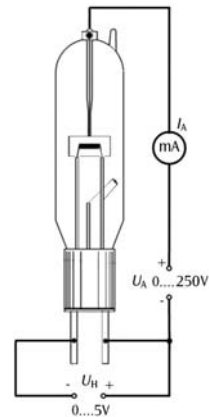

Fig. 4a Montage du circuit d'étude de la zone de charge d'espace et de la zone de saturation
- Monter le circuit selon le schéma des figures 4a/b.